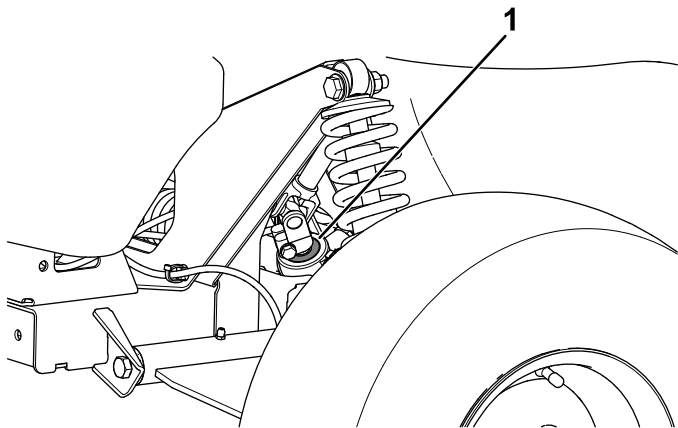

図 41
**重要**ピニオンシャフトのシールの状態と磨耗程度を点検する 図 41。